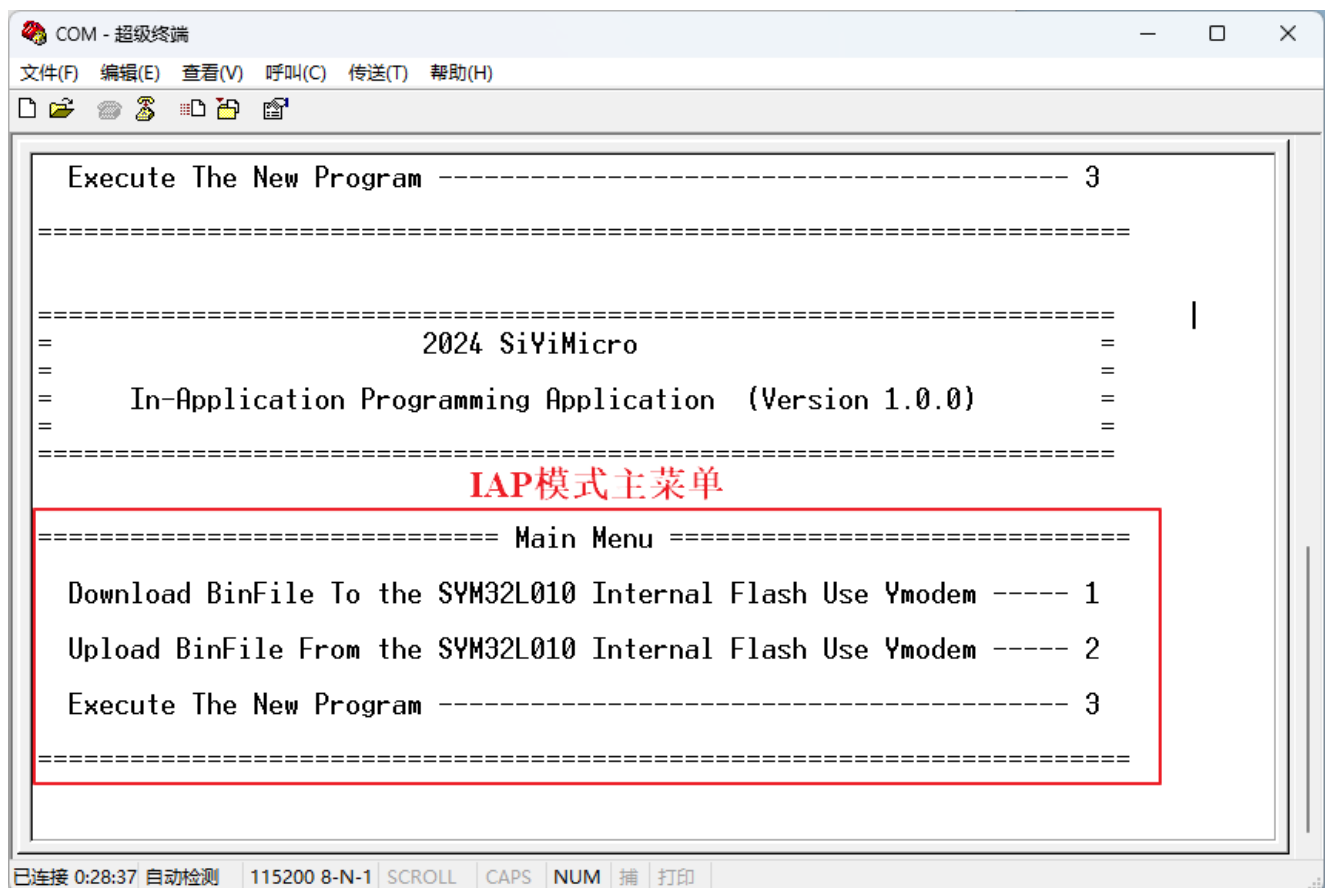

图 6-8 下位机处于 IAP 模式时的提示信息
Step1.保持板载按键按下的状态进行一次复位，然后松开板载按键，使下位机进入 IAP 模式，如图 6-8 所示；